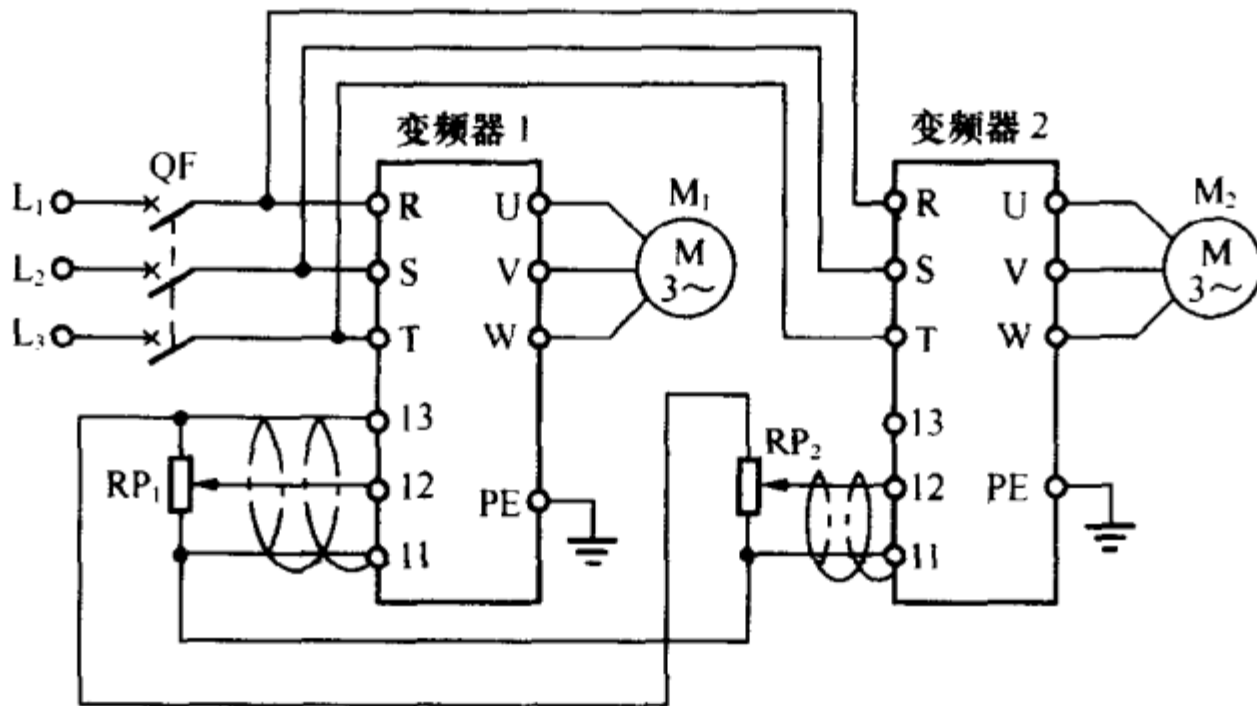
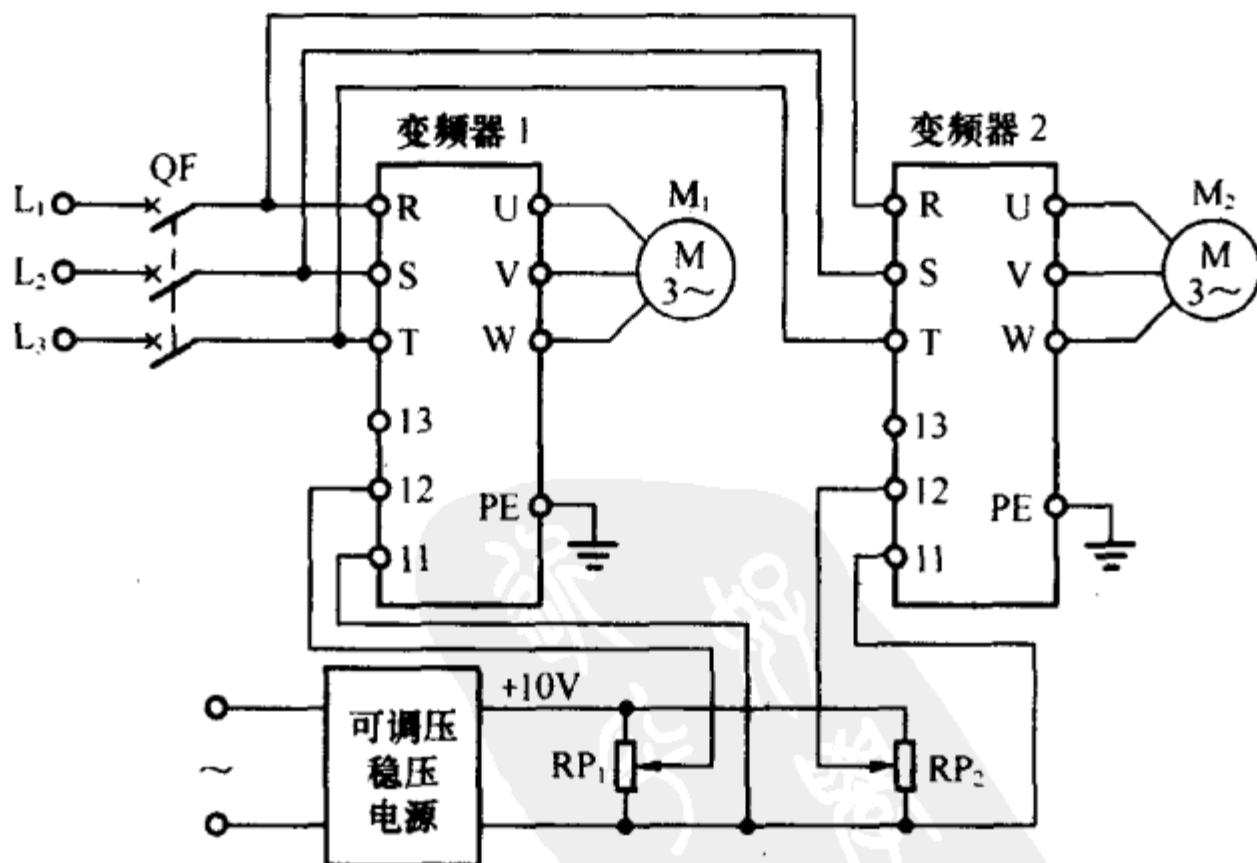

图 37 两台变频器同步控制两台电动机的线路(之一)
图 38 两台变频器同步控制两台电动机的线路(之二)
如果用两台变频器控制两台电动机以相同或不同转速运行，或虽以不同转速运行，但以同比例升、减速，有以下两种控制方法（控制线路分别见图 37、图 38）：
如果要求两台电动机以相同或不同转速运行，可按图 37 接线。调节两台变频器外接的电位器 RP_1 和 RP_2 ，即可改变两台电动机的转速。如果要求两台电动机以不同转速运行，且要以同比例升、减速（第一台电动机 M_1 的转速比第二台电动机 M_2 高），则可将 RP_2 的上端接到 RP_1 的中心端，这样可以同步进行调速控制。调节 RP_1 可使两台电动机同步同比例改变转速。
(2) 利用一台输出电压可调的稳压电源控制变频器电位器同步调速，可按图 38 接线。将变频器外接的两个电位器 RP_1 、 RP_2 并联在稳压电源的输出端，调节 RP_1 和 RP_2 能分别改变两台电动机的转速。调节稳压电源的输出电压，即可控制两台电动机以同比例升、降速，达到两台电动机同步运行的目的。